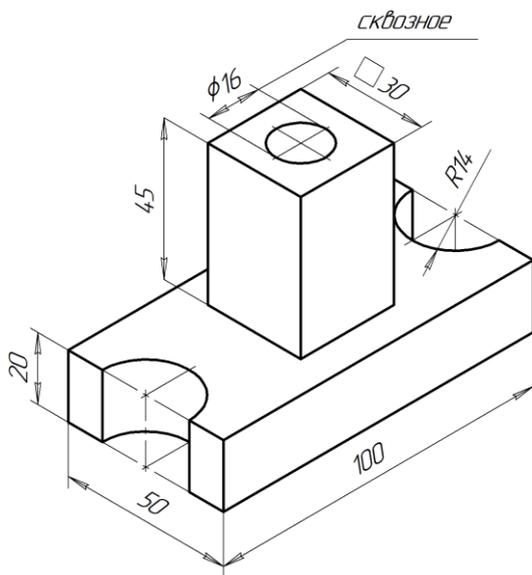
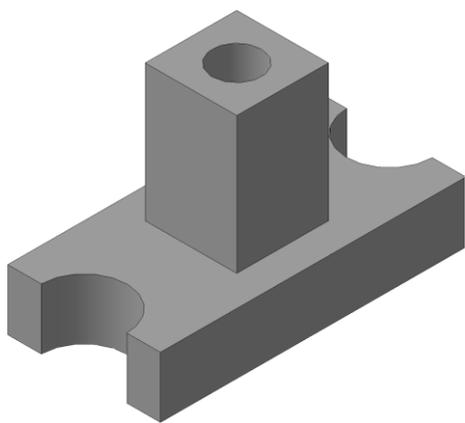

Рисунок 84
Рисунок 85
1. Создать 3D-модель с помощью операций «приклеить выдавливанием» и «вырезать выдавливанием» (рисунок 84, рисунок 85).